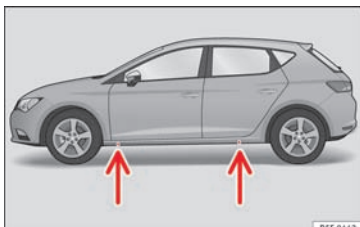

Fig. 74 Tværvange: markeringer
- Find på længdevangen markeringen til det løftepunkt til donkraften (det sted, der er trykket ind), der er tættest på det hjul, som skal skiftes »» » **Fig. 74**.